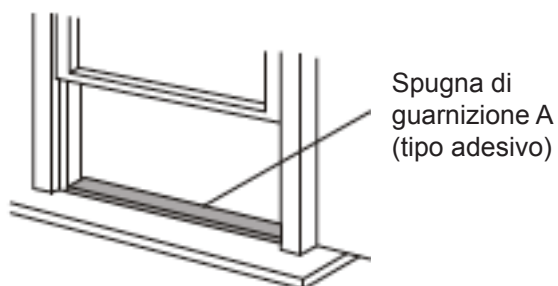

Fig. 8
1. Tagliare la spugna di guarnizione (tipo con adesivo) alla lunghezza adeguata ed applicarla al davanzale. Fig. 8.